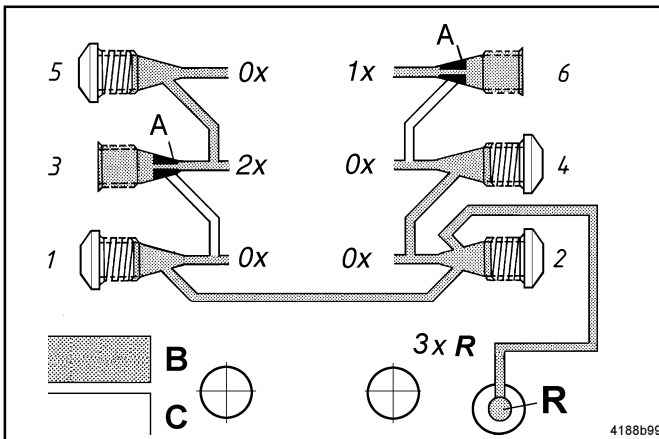

Abb. 4 - Interne Rückführung von Schmierstoff; nur bei hinten montierten Schmierstoffverteilern
- Dies geschieht automatisch **durch Verschließen des Auslasses Nr. 2** mit einer **Verschlußschraube**, siehe Abb.4. Schmierstoffmengen der geraden und ungeraden Auslässe sind über die Verbindung der Auslässe 1 und 2 zurückführbar.
- Zum Zurückführen immer bei den Auslässen mit den kleinsten Auslaßnummern beginnen, z. B. 2, 4, 6... oder 1 3, 5... **plus Auslaß 2**. Wie in Abb. 4 gezeigt, fließen die Mengen der Auslässe 1, 2 und 4 (3xR) in den Behälter zurück.